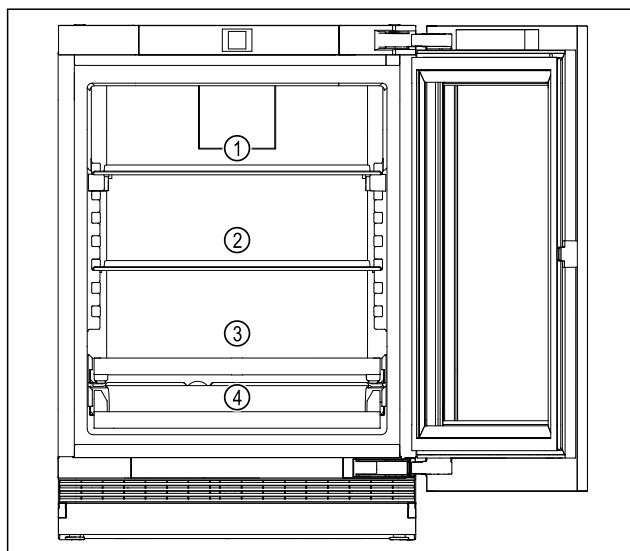

Fig. 5 Voorbeeldweergave
- Bovenste bereik Fig. 5 (1): Blikjes, kleine flesjes bewaren.
- Middelste bereik Fig. 5 (2): Blikjes, kleine flesjes bewaren.
- Onderste bereik Fig. 5 (3): Blikjes, kleine flesjes bewaren.
- Drankenrek (4): Blikjes, kleine flesjes bewaren.